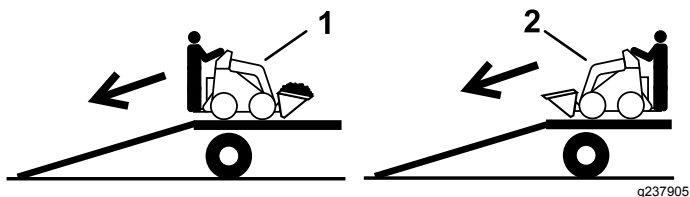

Figura 19
2. Descargue la máquina del remolque por la rampa con el extremo más pesado hacia arriba, y la carga en la posición más baja posible (Figura 19).